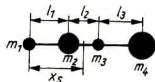

Bild 28
- 3.57 Vier verschieden große Körper unterschiedlicher Masse sind in einer Anordnung nach Bild 28 durch eine starre prismatische Stange verbunden. Berechnen Sie den Abstand des Massenmittelpunktes des Systems vom Mittelpunkt der Masse  $m_1$ .